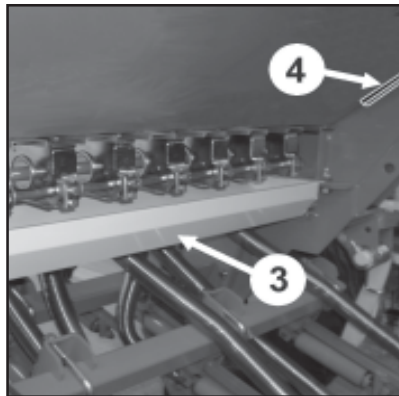

fig. 13
**DEUXIEME:** retirer l'auget (3, fig. 13) de la position de transport (4, fig. 13) et faire glisser horizontalement sous des distributeurs.